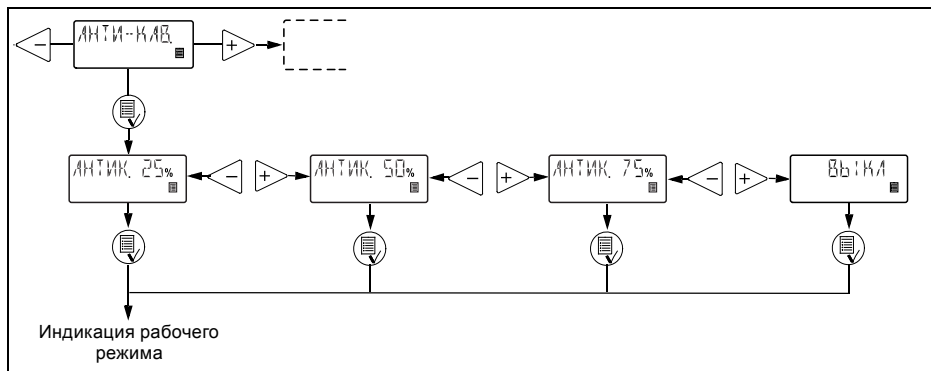

Рис. 18. Алгоритм установки режима «Антикавитация»
- при большой высоте всасывания (см. рис. 18).
В зависимости от параметров перекачиваемой жидкости, скорость всасывания может быть уменьшена на 75 %, 50 % или 25 % от максимальной скорости всасывания (см. рис. 18). Максимальная производительность насоса уменьшается при выборе функции «антикавитация». Смотрите раздел 14.1 *Технические данные механической части*.